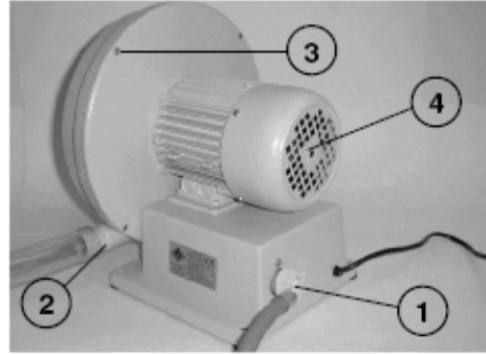
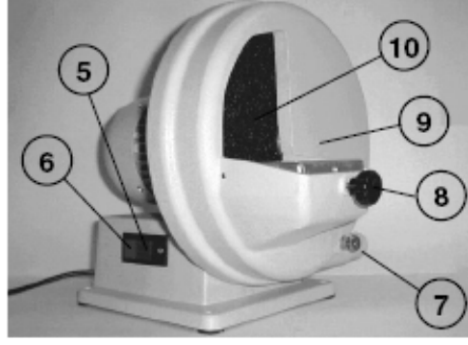

Fig. 1
Fig. 2
- a) su kaynağını cihazın arkasında yer alan dış açılmış konektöre (1, Fig. 1) bağlayınız. – sadece TRIM-1 modeller için;
- b) atık su hortumunu bağlantıya sabitleyiniz. (2, Fig. 1) - sadece TRIM-1 modeller için – hortumun diğer ucunu bir boşaltım tankına veya;
- c) uygun bir suction sistemine bağlayınız. (AIR-BOX DE GIORGI sistemini öneririz) (2, Fig. 1) - sadece TRIM-1 modeller için;
Cihaz “I” tuşuna basılarak çalıştırılır.(5, Fig. 2).
Kullanımın bitmesinin ardından cihazı “O” tuşuna basarak kapatınız.(6, Fig. 2).
Cihaz Dental laboratuvarlarda kullanılmak üzere tasarlanmıştır. Plaka (9, Fig. 2) üzerinde çalışılan parça için bir dayanak görevi görür ve üç farklı açıda kullanılabilir ($90^\circ \pm 10^\circ$) Pozisyonlandırma topuzu aracılığıyla açılabilir. (8, Fig. 2).
- TRIM ECO DISK ile çalışırken mutlaka oluşacak tozu, toz atık çıkışı (2, Fig. 1) emeci bir suction sistemine bağlayarak tahliye etmelisiniz. AIRBOX DE GIORGI suction sistemi kullanmanızı öneririz.
- a) Başlatma pushbutonu (5, Fig. 2)
- b) Durdurma pushbutonu (6, Fig. 2)
Cihazı kullanmaya başladığınız andan itibaren su bağlantısından(1, Fig. 1) otomatik olarak su akımı başlayacaktır; akış oranı cihazın ön tarafındaki bağlantı valfinden (7, Fig. 2) (sadece TRIM-1 modeli için).ayarlanabilir.
- b) cihazın arka tarafında yer alan vidaları (3, Fig. 1) cihazla birlikte verilen 4mm Allen anahtarlarını kullanarak sökünüz ve disk koruyucusunu çıkarınız.
- c) cihazla birlikte verilen 6mm Allen anahtarını kullanarak arka tarafta bulunan motor şaftını (4, Fig. 1) hareketsiz hale getiriniz ve daha sonra M 13 anahtarı kullanarak cihazın önündeki vidayı sökünüz.
- d) aşınmış kesici diski çıkarınız (10, Fig. 2) (kesici diski tersyüz ederek diğer aşınmamış yüzünü de kullanabilirsiniz) Yeni diski yerleştiriniz ve eski diski tersyüz ediniz. Bunun ardından motor şaftını sağlanan Allen anahtarı ile tutarken ön taraftaki vidayı sıkınız. Disk korumasını tekrar yerine takınız.